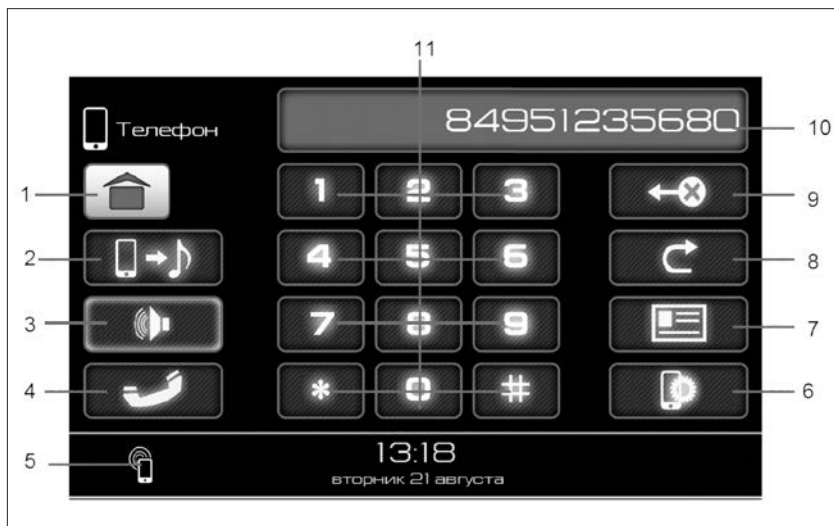
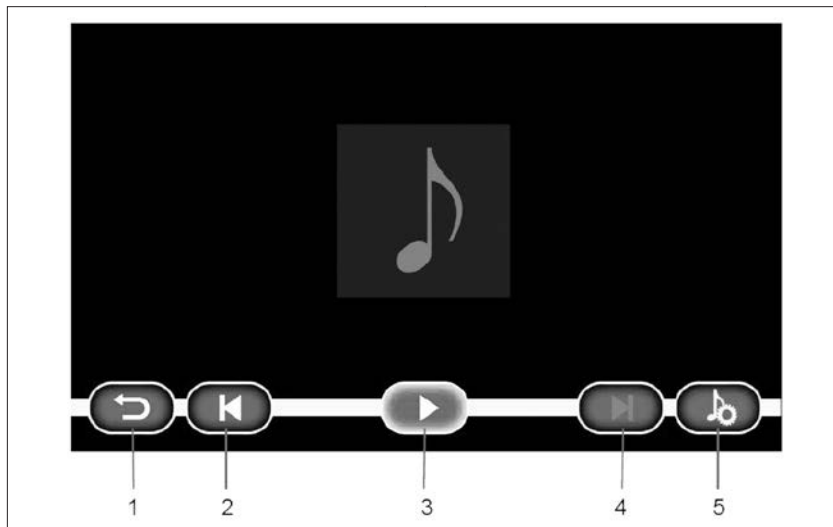

Рис. 62. Окно режима «Телефон»
Рис. 65. Окно проигрывания аудиофайлов с телефона
Нажмите кнопку **6** (рис. 62) для подключения телефона по каналу Bluetooth (BT) и произведите действия, описанные в разделе режим «**НАСТРОЙКА**».
Выберите режим работы нажатием кнопки «Телефон» (рис. 53) в главном меню на дисплее. Наберите номер, используя цифровую клавиатуру (кнопки 11, рис. 62). Для исправления ошибок набора используйте кнопку 9 (рис. 62). Однократное нажатие удаляет последний введенный символ. Удержание кнопки **9** более одной секунды позволяет удалить все введенные символы. Нажмите кнопку **4** (рис. 62) для вызова абонента, при этом появляется окно диалога. Для завершения разговора нажмите кнопку **4** (рис. 62). Для повторного последнего набранного номера нажмите кнопку **8** (рис. 62).
Для перехода в окно телефонной книги нажмите кнопку **7** (рис. 62). При первом подключении будет осуществлена загрузка телефонной книги из вашего телефона. Время загрузки зависит от размера телефонной книги и может занять несколько минут. Фотографии контактов с телефона не переносятся.
Переключиться в этот режим можно, нажав кнопку **2** (рис. 62). Экран проигрывания аудиофайлов с телефона аналогичен экрану воспроизведения аудиофайлов с SD и USB-карты памяти и имеет кнопки управления, указанные на рис. 65. Информация о проигрываемом файле не отображается.
При нажатии кнопки старта воспроизведения (кнопка **3**, рис. 65) в телефоне в фоновом режиме запускается плеер, открыв который можно увидеть информацию о проигрываемом треке. Управление проигрыванием можно осуществлять из плеера телефона.